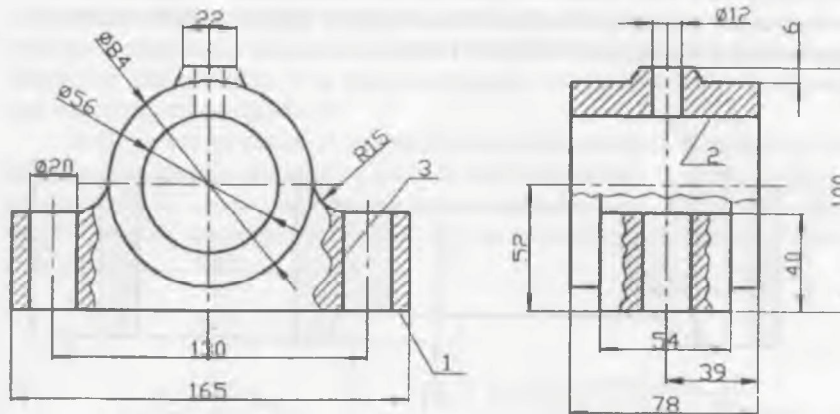

Рис. 5. Корпус подшипника. Материал – ВЧ50
2. Приведите схемы обработки поверхностей 1, 2, 3 детали, чертеж которой дан на рис. 5. Для каждой схемы укажите названия станка инструмента и зажимных приспособлений. Приведите эскиз инструмента для обработки поверхности 3 и зажимного приспособления при обработке поверхности 2.